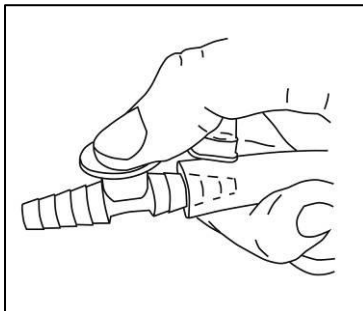

Abb. 24
3. Führen Sie den Absaugvorgang so durch, wie Sie durch das Fachpersonal eingewiesen wurden. Über die Nebenluftregulierung am Fingertip können Sie die eingestellte Saugleistung zusätzlich feinregulieren (Abb. 24).